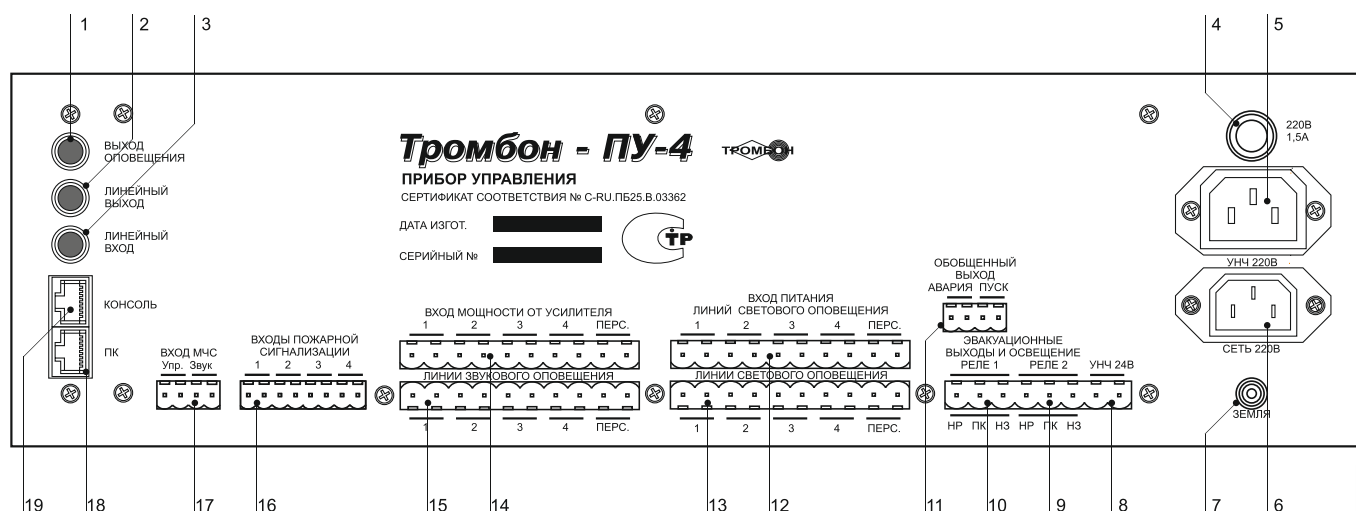

Рис. 2. Прибор управления «Тромбон - ПУ-4», вид со стороны задней панели.
5.1.1. Аналоговое подключение через «Входы пожарной сигнализации» (рис. 2, поз. 16).
5.1.2. Цифровое подключение к сопряженной комплексной системе безопасности выполняется через последовательный порт «ПК» кабелем «Витая пара» (интерфейс RS485 рис. 2 поз. 18). Назначение контактов последовательного порта «ПК» приведено в Приложении 3.
Прибор имеет специальный «Вход МЧС» (рис. 2, поз. 17). Вход предназначен для стыковки с блоком централизованного запуска системы оповещения МЧС (БЦЗ системы П-166 или аналогичными). Вход выполнен в виде 4-х контактного разъема. К данному разъему подключены логический вход управления Прибора (реагирующий на замыкание контактов) и вход звукового сигнала (уровень 0,775В).
5.3. Подключение удаленных консолей. Для подключения консолей на задней панели ПУ расположен специальный порт «Консоль» (рис. 2, поз. 19).
- Разъем «Линейный вход» (рис. 2, поз. 3) предназначен для подключения к Прибору источника музыкальных программ. Вход стереофонический, используется только в режиме звукового вещания. Максимальное входное напряжение сигнала на данном входе – 250 мВ.
- Разъем «Выход оповещения» (рис. 2, поз. 1) предназначен для подключения звуковых сигналов от Прибора к входу «Оповещения» усилителя мощности. Сопротивление входа усилителя должно быть не менее 600 Ом. Максимальное напряжение звукового сигнала на данном выходе Прибора – не более 250 мВ. Схема подключения к усилителю мощности приведена в Приложении 6.
- Разъем «Линейный выход» (рис. 2, поз. 2) предназначен для подключения стереофонических звуковых сигналов от Прибора к входам усилителей мощности. Выход используется при необходимости реализации на объекте стереофонического вещания, например, для озвучивания кафе. Напряжение звукового сигнала на данном выходе не более 250 мВ.
- Разъем «Линии звукового оповещения» (рис. 2, поз. 15) предназначен для подключения линий связи со звуковыми оповещателями. Всего Прибор имеет пять выходов. Первые 4 выхода предназначены для четырех зон общего оповещения, пятый выход «Перс.» предназначен для зоны первоочередного оповещения персонала. Прибор обеспечивает контроль исправности линий связи. Контроль исправности может быть отключен программно. Схема подключения линий звукового оповещения к Прибору управления «Тромбон – ПУ-4» приведена в Приложении 6.
- Разъем «Вход мощности от усилителя» (рис. 2, поз.14) предназначен для подключения звуковых сигналов с выходов усилителей мощности. У Прибора имеется 5 независимых входов (по одному для каждой зоны). К данным входам Прибора допускается подключение усилителей мощности с выходными напряжениями от 15 до 240В, в зависимости от характеристик выбранных звуковых оповещателей. Прибор позволяет использовать для разных зон разные усилители, а также выходы усилителя с различными напряжениями. Схема подключения линий звукового оповещения и выходов усилителей мощности к Прибору управления «Тромбон – ПУ-4» приведена в Приложении 6.
- Разъем «Вход питания линий светового оповещения» (рис. 2, поз. 12) предназначен для подключения источников питания для световых оповещателей. В Приборе допускается подключение для разных линий оповещения различных источников питания с напряжениями от 12В до 220В, в зависимости от выбранных типов световых оповещателей. Схема подключения источников питания и световых оповещателей к ПУ приведена в Приложении 7.
- Разъемы «Линии светового оповещения» (рис. 2, поз. 13) предназначен для подключения линий связи со световыми оповещателями. Прибор обеспечивает контроль исправности линий связи. Контроль исправности может быть отключен программно. Схема включения линий светового оповещения приведена в Приложении 7.
5.7. Подключение эвакуационного освещения и замков эвакуационных выходов выполняется через разъем «Эвакуационные выходы и освещение» (рис. 2, поз. 9, 10).
5.9. Разъем «Сеть 220В» (рис. 2, поз 6) предназначен для подключения Прибора к сети питания переменного тока 220В 50Гц.
5.10. Подключение питания 220В на усилитель мощности выполняется через разъем «Питание усилителя 220В» (рис. 2, поз. 5). Напряжение на этом разъеме появляется при переходе Прибора из «Дежурного режима» в режимы «Тревога», «Экстренный запуск», «Трансляция МЧС», «Звуковое вещание» или «Звуковое вещание от удаленной консоли». В зависимости от мощности и количества усилителей в системе оповещения подключение питания к ним возможно двумя способами:
5.11. Подключение резервного питания 24В на усилитель мощности выполняется через разъем «Питание УНЧ 24В» (рис. 2, поз. 8). Контакты этого разъема замыкаются через реле при переходе Прибора из «Дежурного режима» в режимы «Тревога», «Экстренный запуск» или «Трансляция МЧС». Для режимов «Звуковое вещание» и «Звуковое вещание от удаленной консоли» использование источников резервного питания 24В не предусмотрено. Схема управления питанием одного усилителя мощности с одним блоком резервного питания приведена в Приложении 9. Схема управления питанием нескольких усилителей мощности с несколькими блоками резервного питания приведена в Приложении 10.
Звуковые сигналы, подаваемые на «Линейный вход» Прибора (рис. 2, поз 3), коммутируются на два выхода: «Выход оповещения» (рис. 2, поз. 1) и «Линейный выход» (рис. 2, поз 2).
Вход в режим «Трансляция МЧС» выполняется по команде, поступающей от БЦЗ, на вход управления МЧС Прибора (рис. 2, поз. 17). Команда представляет собой замыкание контактов «Упр.» на входе «МЧС» Прибора на все время трансляции. В режиме «Трансляция МЧС» Прибор управления включает основное и резервное питание усилителя мощности, включает все линии звукового оповещения, реле на выходе «Пуск» и коммутирует сигнал от входа МЧС «Звук» на линейный выход Прибора. При этом загораются индикаторы «Оповещение зон» и «МЧС» на передней панели Прибора (рис. 1, поз. 9 и 13).